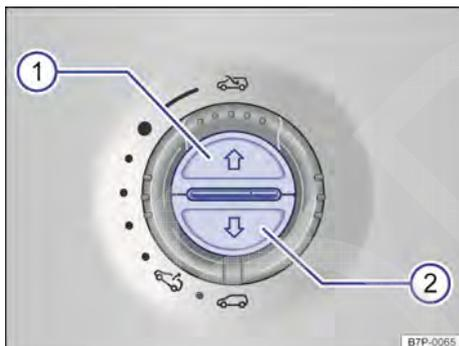

Fig. 125 No revestimento do teto: Botões de comando da cortina de proteção solar.
Abrir totalmente (curso automático):	Pressionar o botão → Fig. 125 ① brevemente.